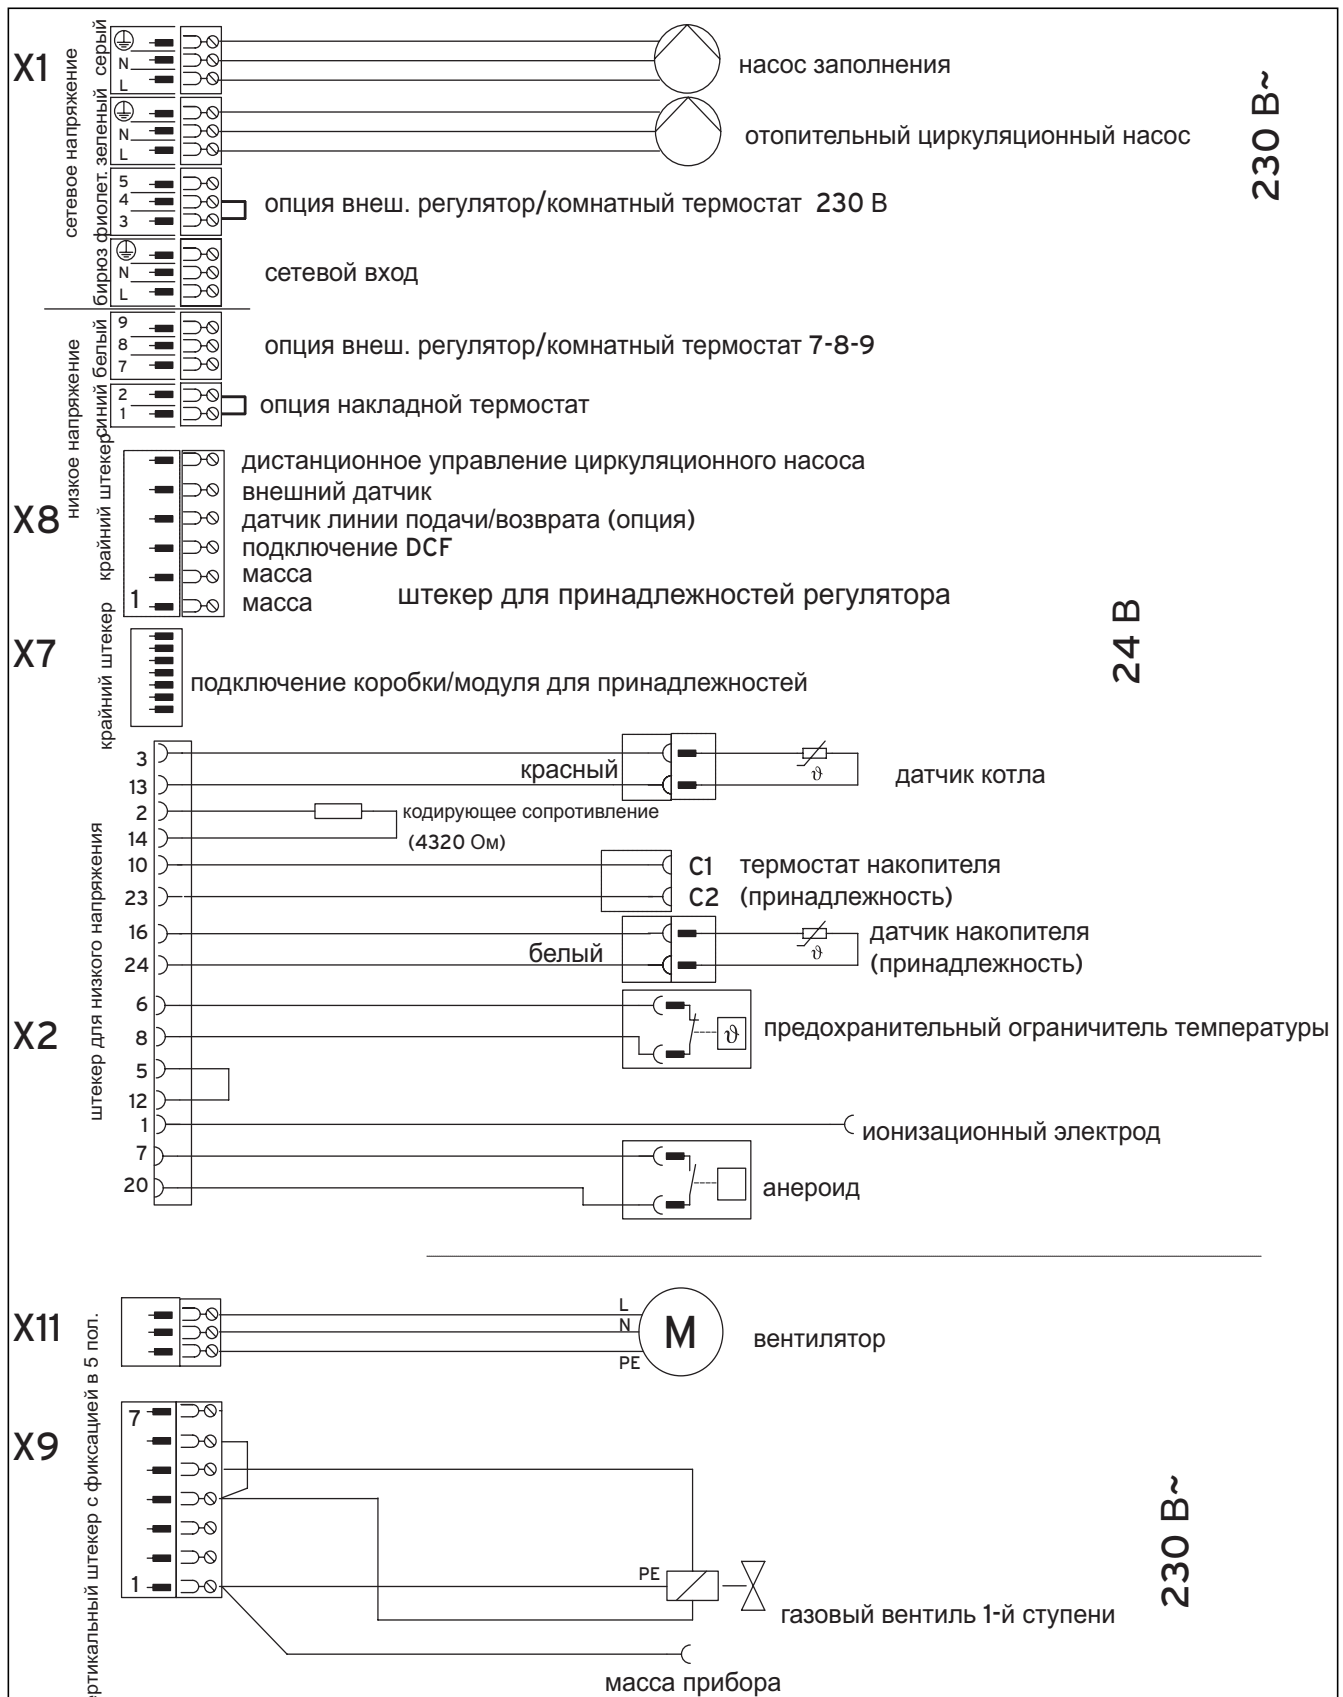

Рис. 4.5 Электроподсоединения turboVIT combi
- Подключите предохранительное устройство для отключения при недостатке воды к "накладному термостату" (Pro E) с нулевым потенциалом, а клапан отработанных газов к принадлежности (положение подключений представлено на рис. 4.5).